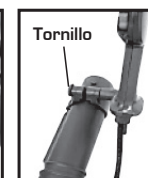

Figura 2
2. Coloque la empuñadura principal (1) en el primer tramo del tubo extensor (14) y alínela con la guía del mismo. Una vez alineada ajuste el tornillo de la empuñadura (Figura 2).